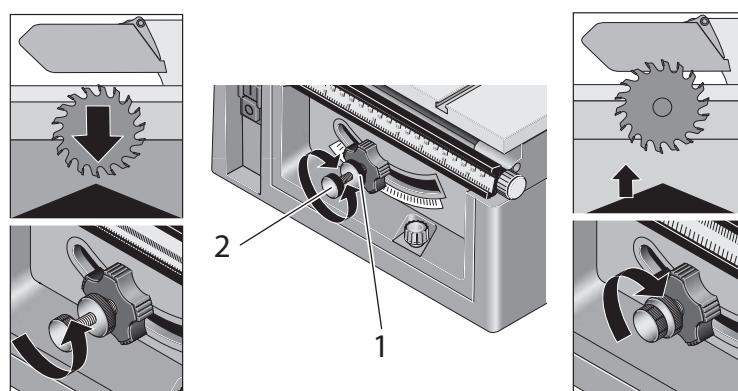

Abbildung 2: Höhenverstellung des Sägeblattes
- Die größere Verstellschraube 1 (Abbildung 2) an der vorderen Bedienfläche lösen und aufdrehen